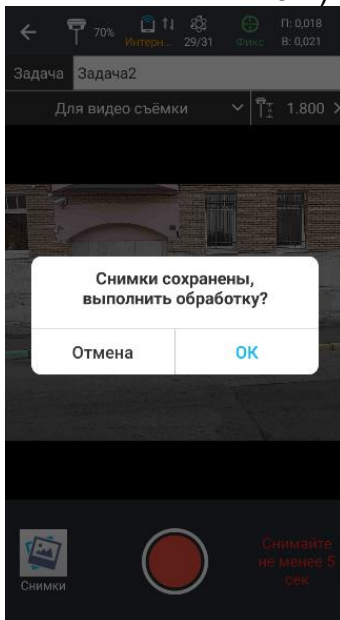

Рисунок 4.3.4
5. После выполнения съемки LandStar предложит выполнить обработку снимков (Рисунок 4.3.4). Во время обработки программа отфильтрует качественные снимки.